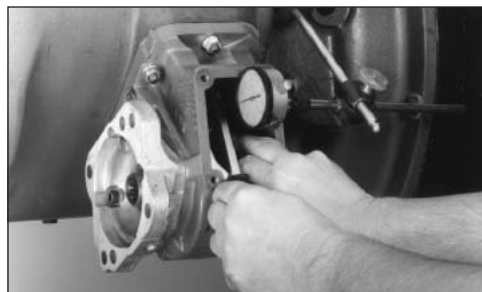

Fig. 10
2. Monte o mostrador de forma que registre o movimento da engrenagem acionada da TDF (Fig. 10).